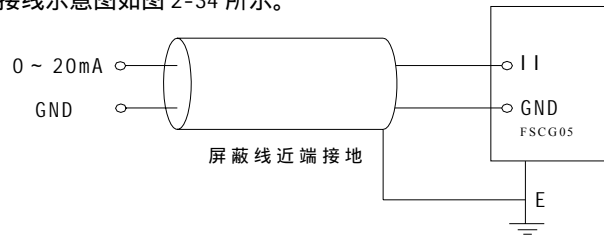

图 2-34 II 端子模拟信号输入接线示意图
2.12.3 II 端子接受模拟信号 (0 ~ 20mA) 输入, II 端子模拟信号输入接线示意图如图 2-34 所示。